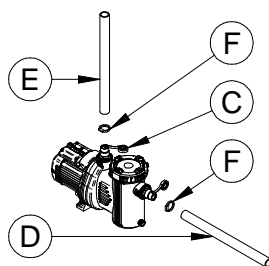

Fig. 24
3. Applicate, se necessario, alcuni giri del teflon in dotazione attorno ai portagomma (Fig. 24, # C; componenti idraulici) per garantire la tenuta del tubo (componenti idraulici) sul portagomma.
4. Collegare il tubo (componente idraulico) di aspirazione al portagomma IN (Fig. 24, # D) ed il tubo di mandata al portagomma OUT (Fig. 24, #E). Assicurare i tubi (componente idraulico) con delle fascette (Fig. 24, # F).